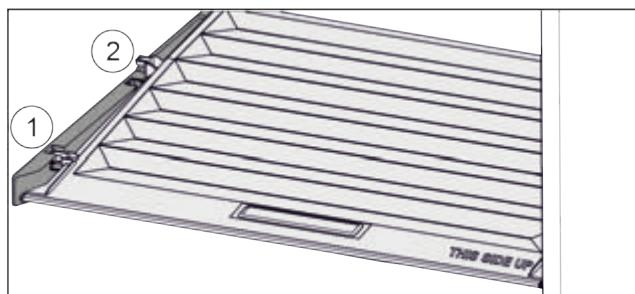

Fig. 58
- Кришку до отвору в деталях для підтримки потягнути вперед Fig. 58 (1).
- Підняти ззаду знизу та вийняти Fig. 58 (2) вгору.